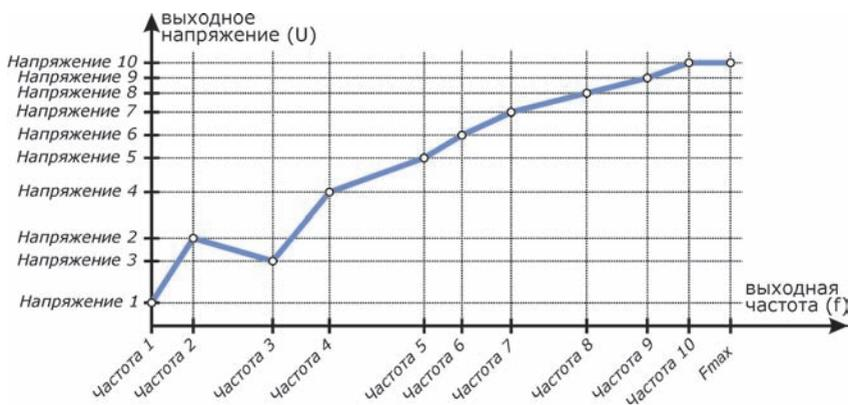

Рисунок 4.5 - Пример пользовательской характеристики U/f
- **кривая пользователя** - произвольная зависимость напряжения от частоты, задаваемая пользователем по 10 точкам (см. рисунок 4.5).
**п. 3.1.3.4 Хар-ка пользователя** – настройка пользовательской характеристики U/f. Характеристика задается пользователем по 10 точкам (см. рисунок 4.5). Для каждой точки могут быть произвольно настроены значение частоты и напряжения при этой частоте. Для точки 0 установлена фиксированная частота 0 Гц.